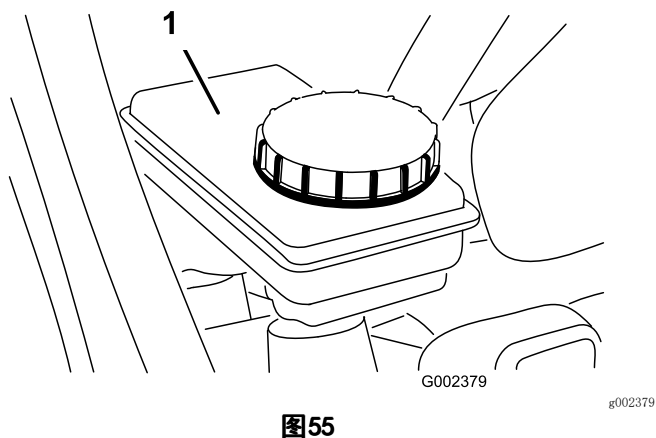

图55
5. 确保油位达到刹车油油箱上的“已满”标记线（图55）。
6. 如果油位过低，请清洁油箱盖的周围，取下油箱盖，向油箱添加指定刹车油到适当油位（图55）。